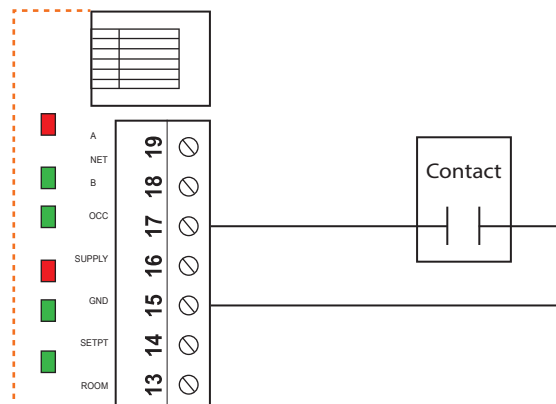

Figure 7 - Raccordement de l'entrée digitale auxiliaire
- Figure 7 - Raccordement de l'entr